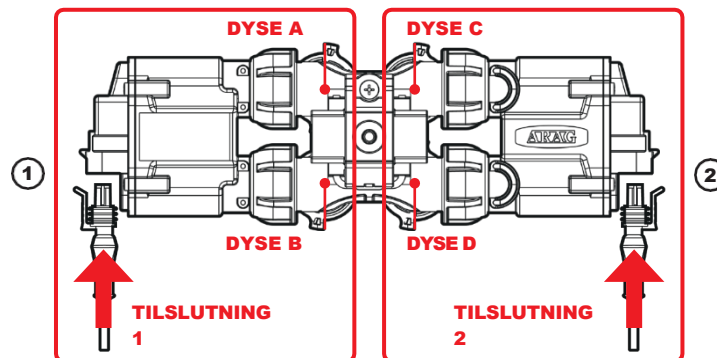

Fig. 124
- 1 Tilslut i rækkefølge **KUN SELETRON DYSEHOLDERE A OG B**, fra venstre mod højre indtil enden af bommen (**stik 1** i fig. 124).